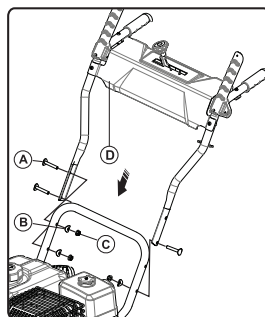

Рис. 2
- Установите панель управления в сборе на нижнюю планку рукоятки, как показано справа; используйте дуговой стопорный болт M8x45 (A), дуговую шайбу 8 (B) и шестигранный фланцевый гайку M8 (C), чтобы установить панель управления в сборе (D) в монтажное отверстие нижней планки рукоятки (см. рис. 2).